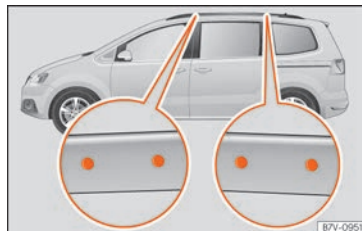

Fig. 178 Points de fixation des supports standard et de la galerie porte-bagages du toit.
Les orifices de positionnement se trouvent sur le côté intérieur des barres latérales du toit » fig. 178.
- Le support standard doit être fixé uniquement aux points indiqués sur l'illustration » fig. 178.